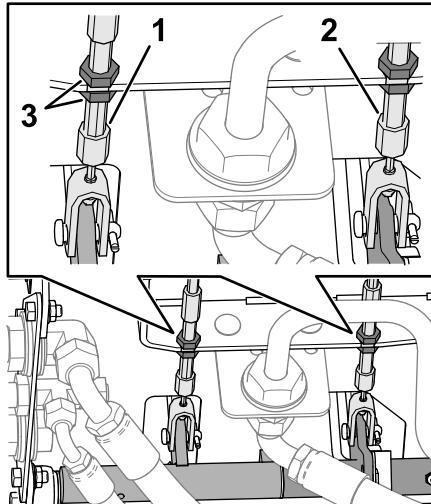

Figure 113
3. Desserrez l'écrou de blocage avant sur l'extrémité filetée du câble de frein (Figure 113).